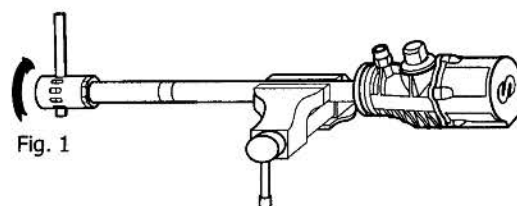

Fig. 1
2. Unscrew the intake filter tube (42) from the intake filter head (39) (fig. 1).
2. Desenroscar la jaula de aspiración (42) del conjunto filtro de aspiración (39) (fig. 1).
2. Séparer la crépine (42) de l'ensemble du filtre d'aspiration (39) (voir fig. 1).